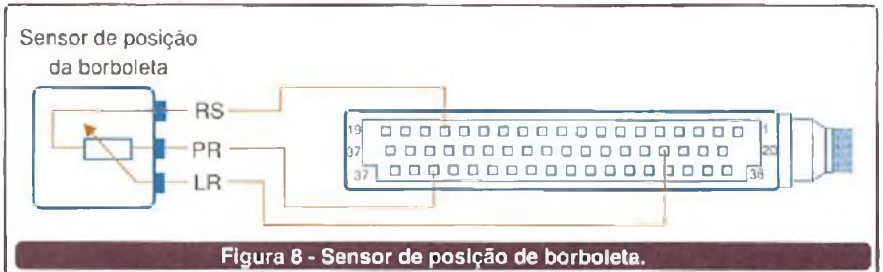

Figura 8 - Sensor de posição de borboleta.
- Com o multímetro na escala de tensão DC, conecte (acesso na parte traseira do conector) nos pontos indicados da figura 8.